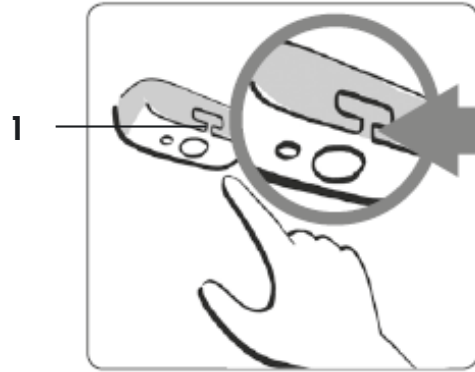

Abb. 11
- Die Sensoreinheit wurde von der Montageplatte entfernt oder nicht korrekt montiert. Die Betriebsanzeige [1] an der Seite der Sensoreinheit muss auf Sie gerichtet sein (siehe Abb. 11). Vergewissern Sie sich, dass die Sensoreinheit fest auf ihrer Montageplatte aufliegt.
- Vergewissern Sie sich, dass die Sensoreinheit fest auf der Montageplatte aufliegt und richtig herum platziert wurde, die Betriebsanzeige [1] an der Seite der Sensoreinheit muss auf Sie zeigen (siehe Abbildung 11). Reinigen Sie die Sensoreinheit, indem